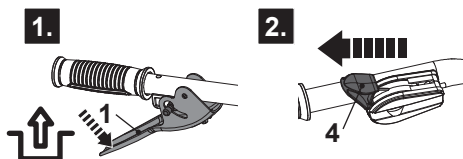

Fig. 26
1. Liberte a alavanca da embraiagem (1) para desengatar as ponteiras (fig. 26, passo 1).
2. Movimente a alavanca de velocidade (4) no sentido do símbolo da tartaruga  na totalidade para parar o motor (fig. 26, passo 2).